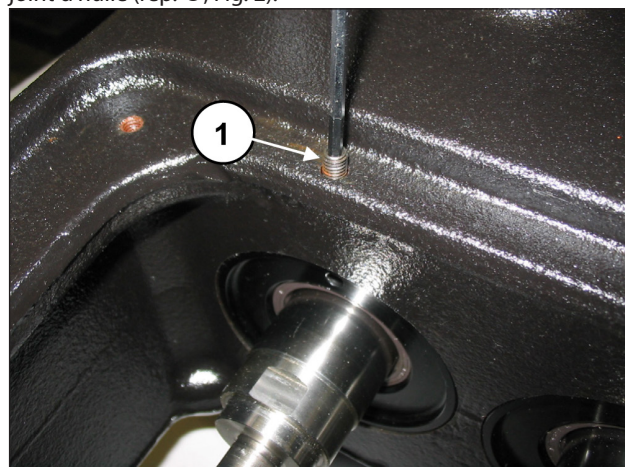

Fig. 2
Dévisser les goujons de retenue M6 des trois couvercles du joint d'huile (rep. ①, Fig. 2).